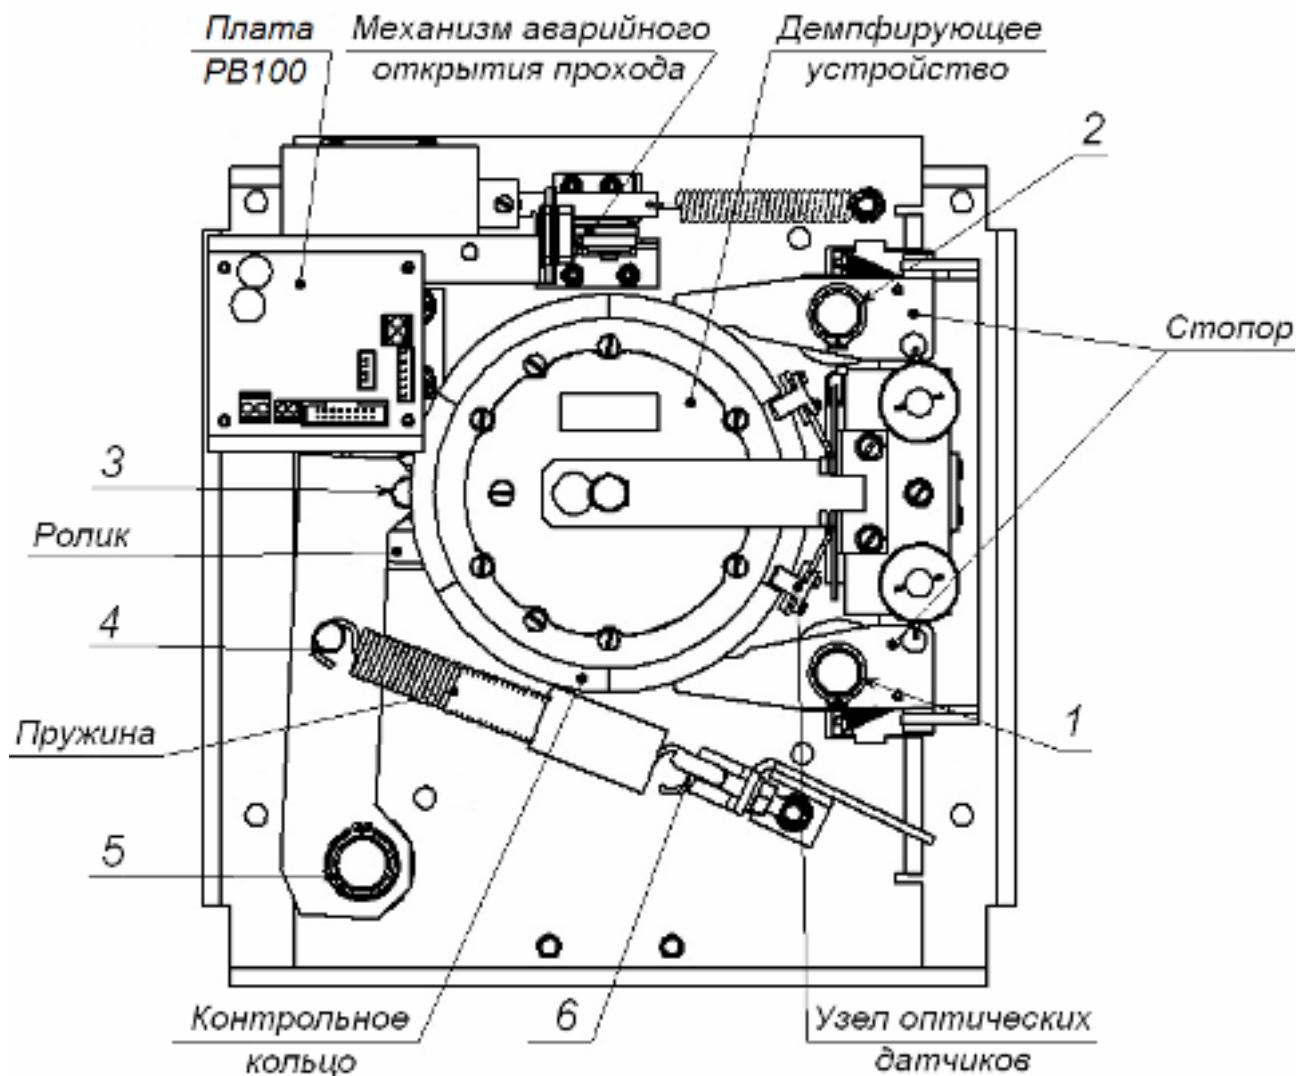

Рисунок 14. Расположение внутренних деталей и узлов стойки ЭП
6. Осмотрите устройствоворота (толкателей, пружины и ролик), оптические датчики угла поворота преграждающих планок и демпфирующее устройство (см. рис. 14).
- смазкой **Chain and Rope Lube Spray - WEICON** оси вращения рычага толкателя (5, рис. 14) ролика и стопоров (1, 2, 3, 5, рис. 14);
- смазкой ШРУС-4 точки крепления пружинворота (6, 4, рис. 14),
12. Проверьте крепление преграждающих планок (4) в шарнирных узлах маховика и, при необходимости, подтяните крепежные винты.